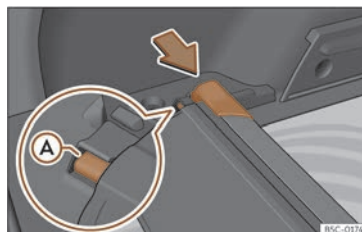

Abb. 188 Im Gepäckraum: Aufnahme zum Verstauen der aufrollbaren Abdeckung.
- Drücken Sie den Kopfteil der aufrollbaren Abdeckung in Pfeilrichtung, bis diese in der vorgesehenen Aufnahme einrastet >>> (**Abb. 188**) (A). Stellen Sie sicher, dass das Gleitstück (A) in der entsprechenden Aufnahme einrastet.